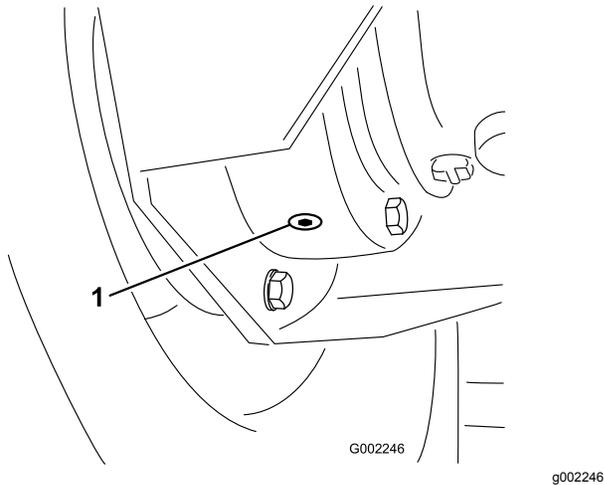

Figura 82
- Coloque un recipiente debajo del tapón de vaciado interior del alojamiento del freno, y retire el tapón (Figura 82).